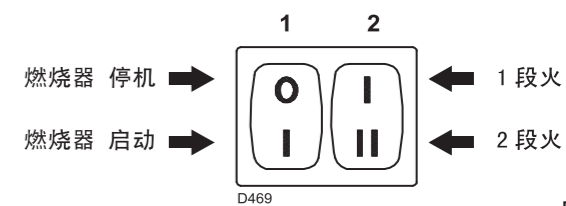

图 28
现在将开关 2)( 图 28) 置于 2 段火运行位置：伺服马达开启风门挡板，同时开启燃气蝶阀至 90°。
- 开关 1) (图 28) 至“燃烧器启动”位置；
- 开关 2) (图 28) 至“1 段火”位置。